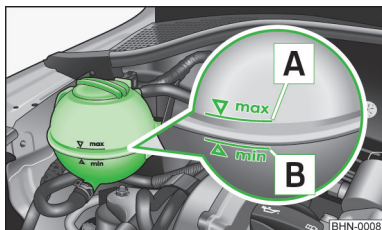

Abb. 116
Die Bezeichnung des Kühlmittels ist auf dem Kühlmittelausgleichsbehälter aufgeführt » Abb. 116 auf Seite 140.
- Das Kühlmittel nicht über die Markierung A auffüllen » Abb. 116 auf Seite 140.
Kühlmittelausgleichsbehälter » Abb. 116
➤ Den Kühlmittelstand am Kühlmittelausgleichsbehälter prüfen » Abb. 116.
Bei betriebswarmem Motor kann das Prüfergebnis ungenau ausfallen. Der Stand kann auch über der Markierung **A** » Abb. 116 liegen.